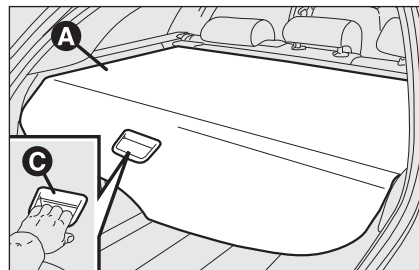

fig. 20
La tendina copribagaglio **A-fig. 20** può essere arrotolata e rimossa.
**AVVERTENZA** Accompagnare la tendina mentre si arrotola, tenendola dalla maniglia **C-fig. 20**.